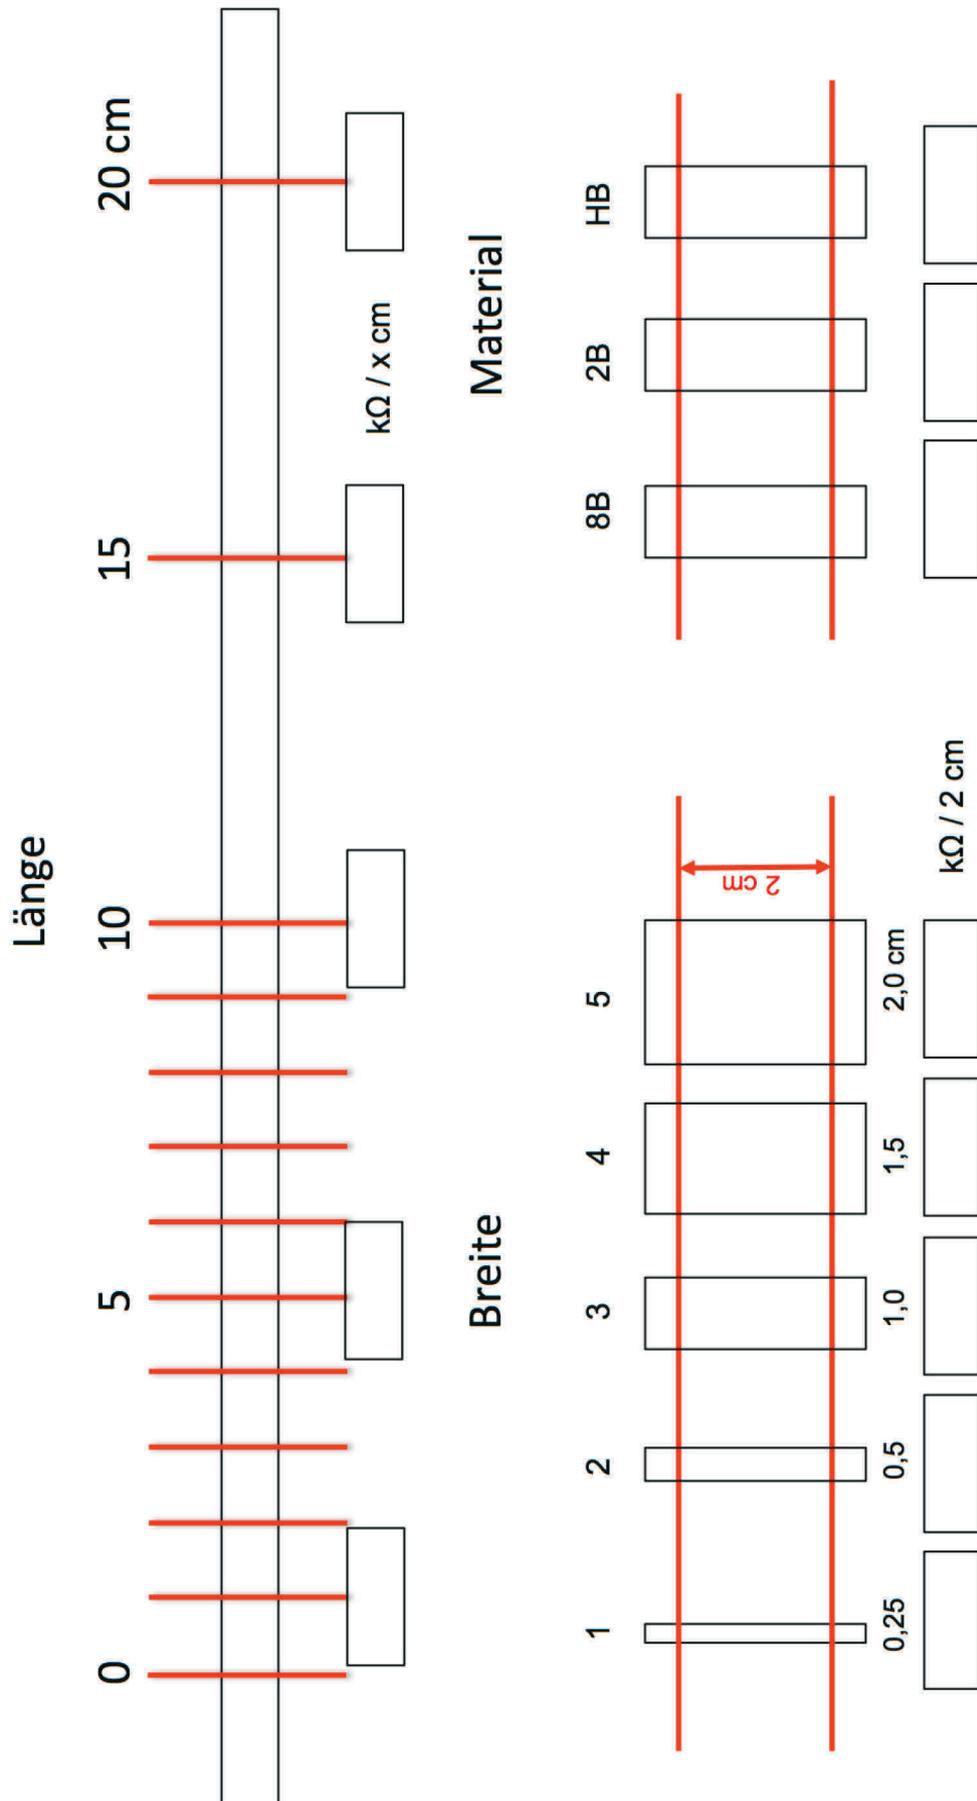

Bild 17: Kopiervorlage „Messung mit Multimeter“
- Um den Widerstand eines Bleistift-Strichs in Abhängigkeit von der Länge zu bestimmen, male die Fläche der Vorlage (Bild 17) sorgfältig mit einem 8B-Bleistift aus.
- Um den Widerstand eines Bleistift-Strichs in Abhängigkeit von der Breite zu bestimmen, male die Fläche der Vorlage (Bild 17) sorgfältig mit einem 8B-Bleistift aus.
- Male in der Vorlage (Bild 17) die Reihe *Material* mit verschiedenen Stiften (Härtegrad 8B, 2B und HB) aus. Welche Widerstandswerte findest Du jetzt?